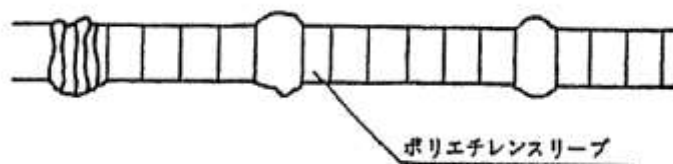

図 3.7-4 防食用ポリエチレンスリーブの施工
- ④ 割丁字管による分岐箇所、丁字管のように枝管を有する異型管及び弁類は、防食用ポリエチレンスリーブを適当に切断し、これを切り開いて被覆すること。
- ⑤ 施工の標準は、図 3.7-4のとおりとする。